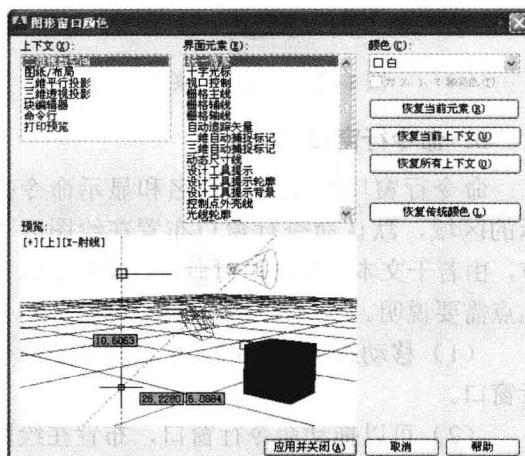

图1-11 “图形窗口颜色”对话框
1) 选择菜单栏中的“工具”→“选项”命令,打开“选项”对话框。单击“显示”选项卡,再单击“窗口元素”选项组中的“颜色”按钮,打开如图1-11所示的“图形窗口颜色”对话框。